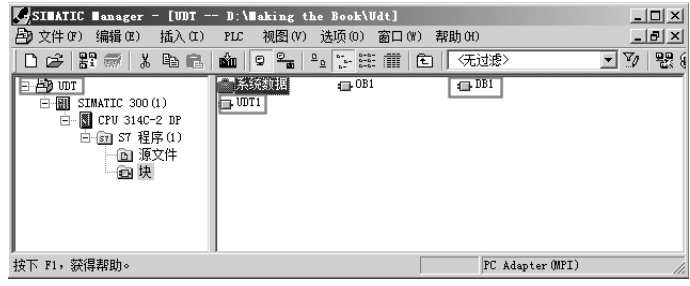

图 5-25 新建项目“UDT”，插入“DB1”和“UDT1”
1) 首先新建一个项目，命名为“UDT”，并插入数据块“DB1”和自定义数据“UDT1”，如图 5-25 所示。